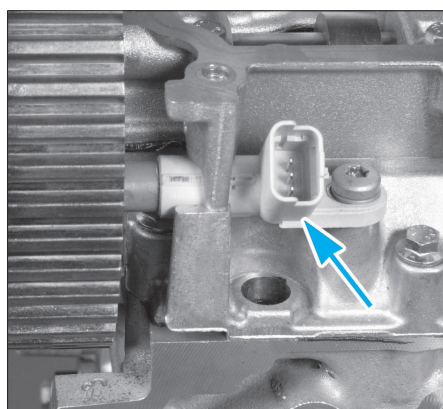

FIG. 57
- Déposer le capteur de position d'arbre à cames (Fig. 57).